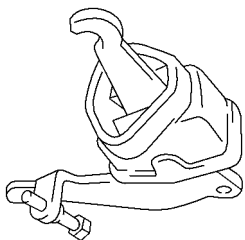

图 15-106 将摇臂罩装到停车制动器的摇臂上
1) 在摇臂罩上涂敷锂皂基乙二醇润滑脂，将摇臂罩装到停车制动器的摇臂上，如图 15-106 所示。